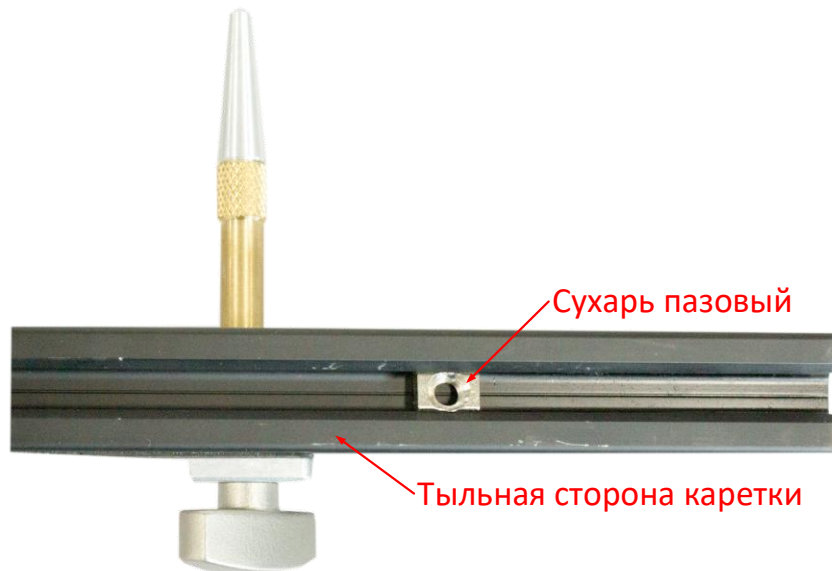

Рисунок 22 – Расположение сухаря пазового на каретке
- переместить сухарь пазовый (рисунок 22) к противоположному краю профильной балки и зафиксировать в ней каретку винтом-фиксатором;